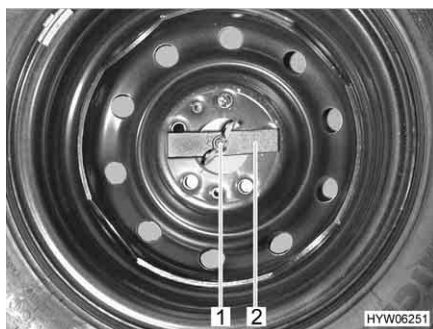

Fig. 179 Ruota di scorta nel gavone di coda
- Svitare manualmente il dado ad alette (Fig. 179,1) e rimuoverlo.
- Rimuovere la barretta di compressione (Fig. 179,2).